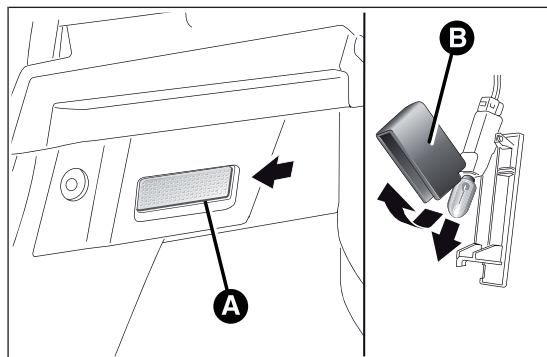

fig. 144
- ☐ abrir el maletero y extraer el plafón A fig. 144 actuando en el punto que indica la flecha;